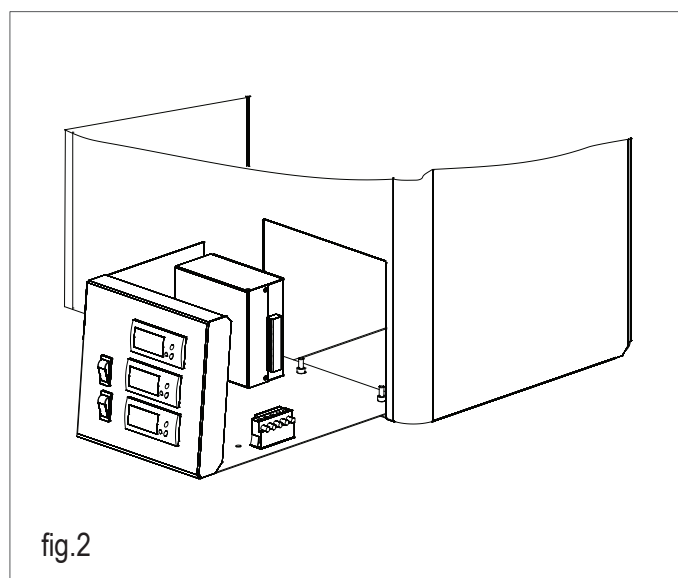

fig.2
- Montar la caja según la (fig. 2) y roscar los tornillos M5 mm para poder efectuar el mantenimiento dentro de ella.